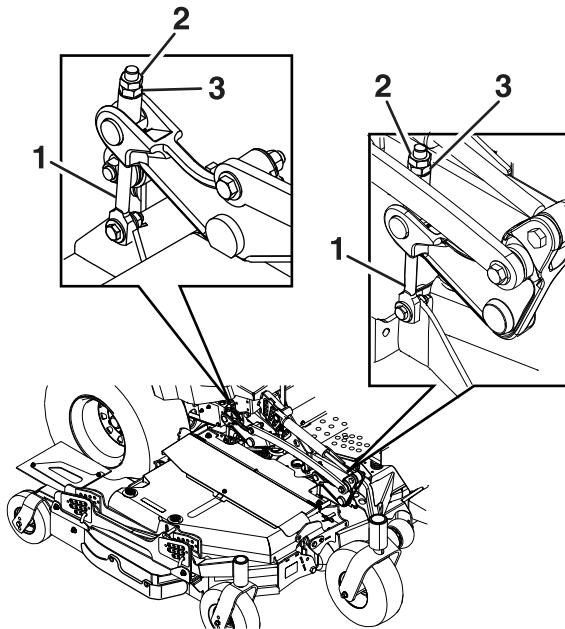

Figura 73
Afloje las contratuerzas de la parte superior de cada pletina de ajuste de la carcasa. Gire la tuerca de ajuste del conjunto de elevación de la carcasa delantera para obtener la altura correcta para las puntas delanteras de las cuchillas izquierda y derecha de la carcasa central (Figura 73).
5. Si los 4 mecanismos de ajuste de la carcasa (Figura 73) no tienen holgura suficiente para lograr la altura de corte precisa con la inclinación necesaria, puede utilizarse el sistema de ajuste de un solo punto.
6. Para ajustar el sistema de un solo punto, primero afloje los pernos de montaje delantero y trasero de la placa de altura de corte (Figura 73). Afine la posición de las tuercas de ajuste traseras según sea necesario. Puede utilizar el ajuste de un solo punto para aumentar las posibilidades de ajuste.